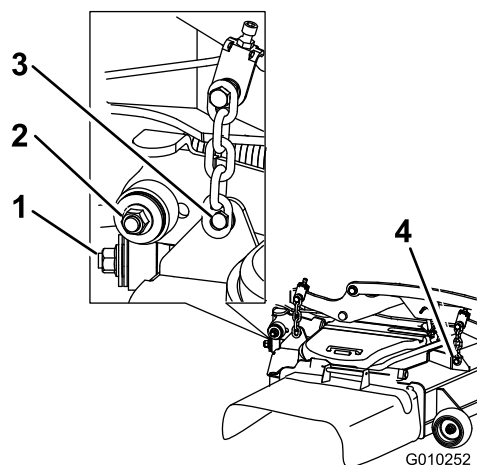

Figure 104
7. Enlevez et mettez de côté les fixations des deux côtés du tablier (Figure 104).